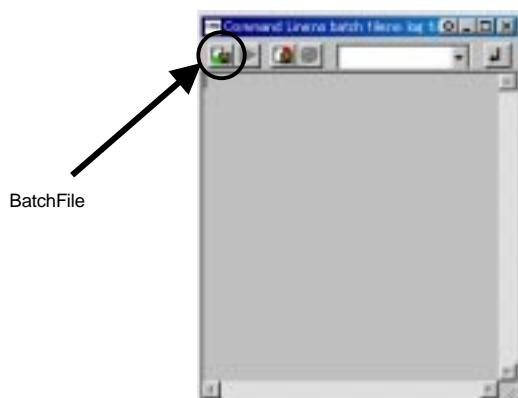

図 3.7 コマンドライン入力
- メニューバーのView CommandLineを選択し、ウインドを開き（図3.7参照）、左上のBatchFileボタンをクリックし、SH7727フォルダ内の7727E10A.hdcを指定してください。この操作によりBSCが設定され、SDRAMへのアクセスが可能となります。